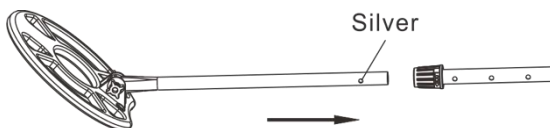

Abb. 3
3. Lockern Sie die Mutter am mittleren Stab. Drücken Sie den silbernen Knopf am unteren Stab, fügen Sie diesen in den mittleren Stab ein, und passen Sie die Einschubtiefe und damit die Gesamtlänge des Stabs an, sodass Sie Ihren Arm bei der Suche bequem strecken können (siehe Abb. 3).